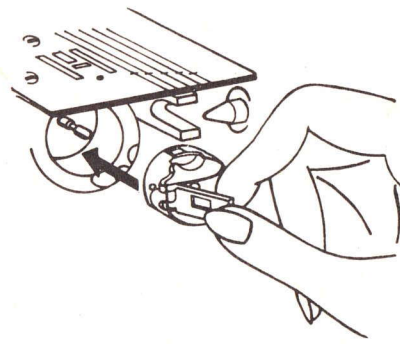

Abb. 14
13. Einsetzen der Spulenkapsel (Abb. 14)